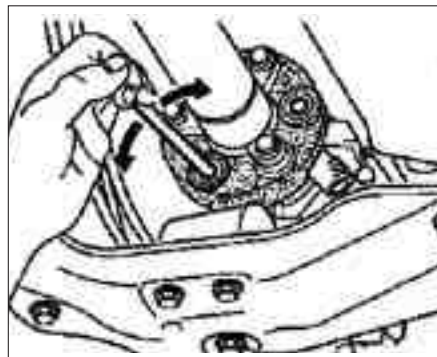

FIG. 5
- Aflojar los casquillos de ajuste de los flexores (con un tubo de diámetro 10 ó 12 mm y 150 mm de largo) en las bridas de acoplamiento de la caja y del puente (fig. 5).